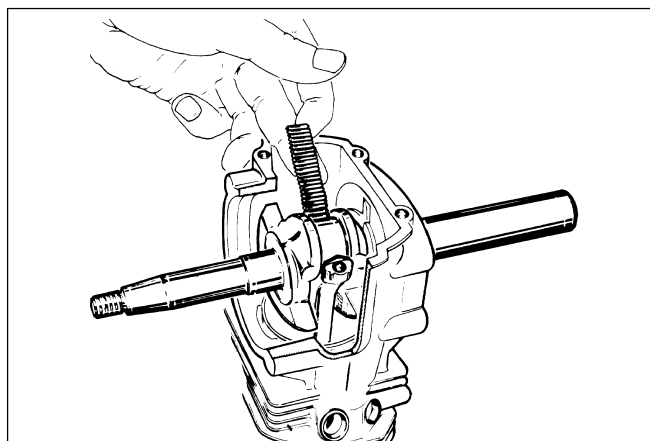

Fig. 13
- Placer le bloc cylindre-piston-bielle-vilebrequin sur un plan (comme indiqué Fig. 13) et amener le piston au point mort bas.